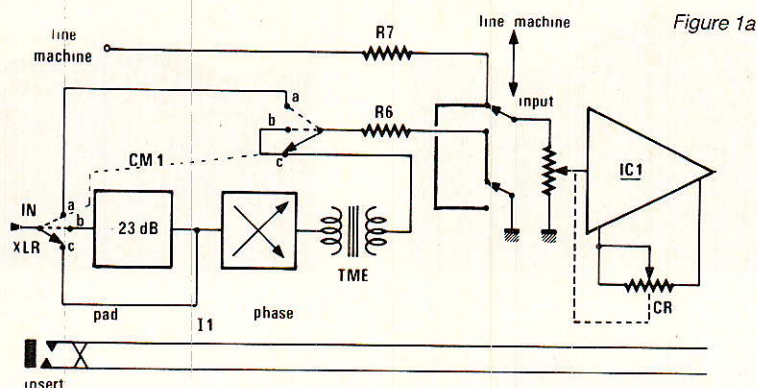

Figure 1a
- une portion du commutateur I_2 (Fig. 3 page 32) est à modifier comme indiqué **figure 1a**.